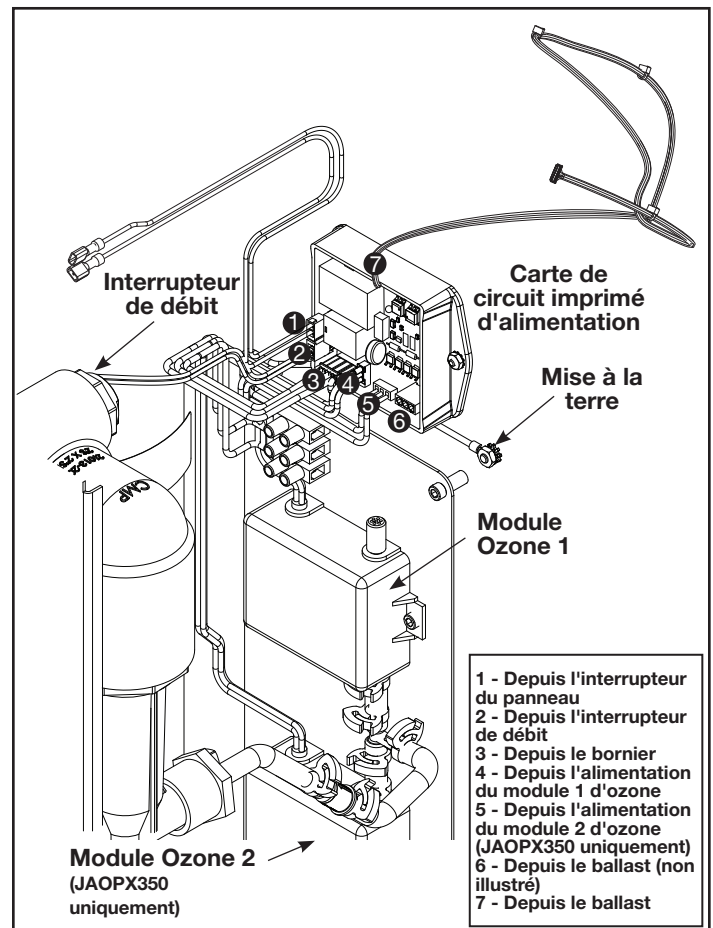

Figure 20. Connexions de câblage de la carte de circuit imprimé de puissance et de la carte de circuit imprimé à LED
4. Sur la carte de circuit imprimé d'alimentation, débrancher les connecteurs suivants : Interrupteur du panneau, interrupteur de débit, alimentation d'entrée (à partir du bornier), module(s) d'ozone et connecteurs de ballast. Voir la Figure 20.
12. Sur la carte de circuit imprimé d'alimentation, rebrancher l'interrupteur du panneau, l'interrupteur de débit, l'alimentation d'entrée (à partir du bornier), les modules d'ozone et les connecteurs de ballast. Voir la Figure 20.
6. Débrancher les connecteurs de la lampe des connecteurs de fils du ballast. Voir la Figure 20.